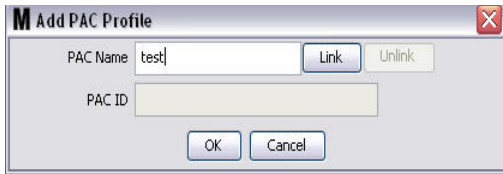

FIG. 113
3. L'écran Ajouter le Profil de PAC est indiqué à la FIG. 113. Dans cet écran, vous êtes invité à donner un nom à la PAC. Après avoir tapé le nom de la PAC dans le champ, cliquez sur OK pour fermer la fenêtre et sauvegarder les modifications.